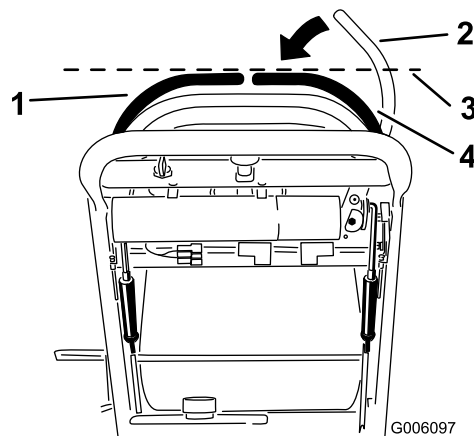

Figura 53
3. Empuje la palanca de control de movimiento derecha hacia abajo, sacándola de la posición de bloqueo/punto muerto (Figura 53).
4. Compruebe su alineación horizontal con la palanca de control de movimiento izquierda (Figura 53).